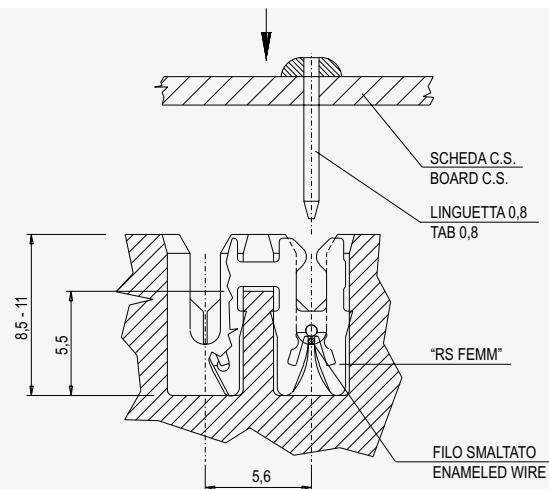

Fig.10
**C** – La connessione con gli articoli "RS-FEMM." si realizza quando è necessaria la connessione tra schede a circuito stampato, con linguette da 0,4÷0,8 mm senza foro, e i fili degli avvolgimenti. Questa connessione avviene applicando direttamente il terminale sui fili smaltati con una macchina inseritrice e il successivo montaggio manuale delle schede (fig. 10). **Nb: La parte femmina del terminale è fornibile per 3 spessori della linguetta 0,4-0,5-0,8 mm. La larghezza della linguetta deve essere di 2,5 mm senza foro di aggancio e inoltre l'estremità deve avere lo smusso di invito per facilitare l'inserimento.**
**C** – When the connection between printed circuits boards is necessary the connection with "RS-FEMM" items is performed through a 0,4÷0,8 mm thick tabs with no holes, and the winding wires. This connection takes place applying directly the terminal on enameled wires with an inserting machine and the following manual fitting of the boards. (fig. 10). **Nb: The female part of the terminal is available for n. 3 thicknesses of the tab 0,4-0,5-0,8 mm. The tab must be 2,5 mm large, with no fixing hole and moreover the extremity must have a countersink to make the insertion easier.**